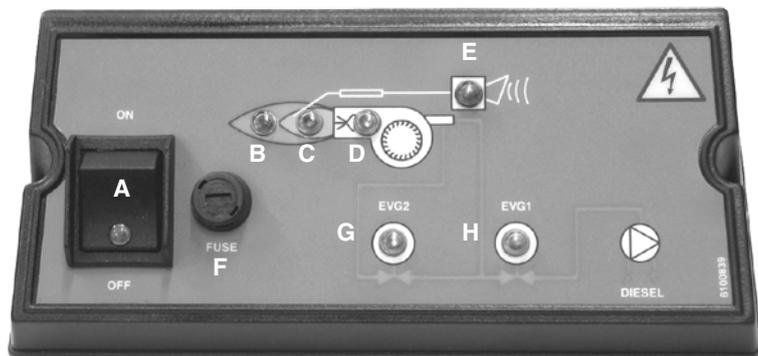

Fig. 36
- Accendere il bruciatore agendo sull'interruttore **A** sul quadro di comando del bruciatore (Fig. 36).